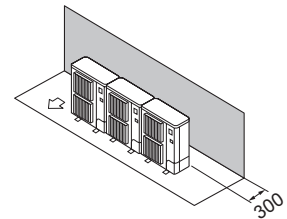

Fig. 2-12
- ① Εμπόδια στην πίσω πλευρά μόνο (Fig. 2-12)